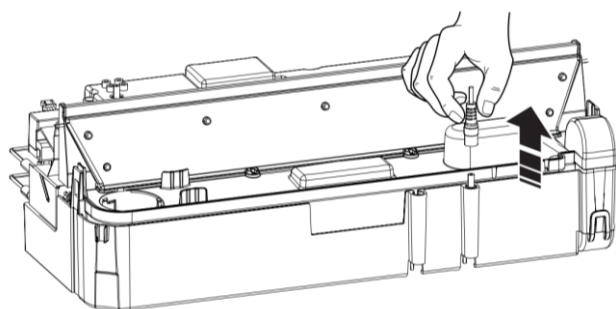

Fig 27
4. Koppel de elektrische connector van de omvormers los, die zich aan de rechterkant van de opvangbak bevindt. (afb. 27).